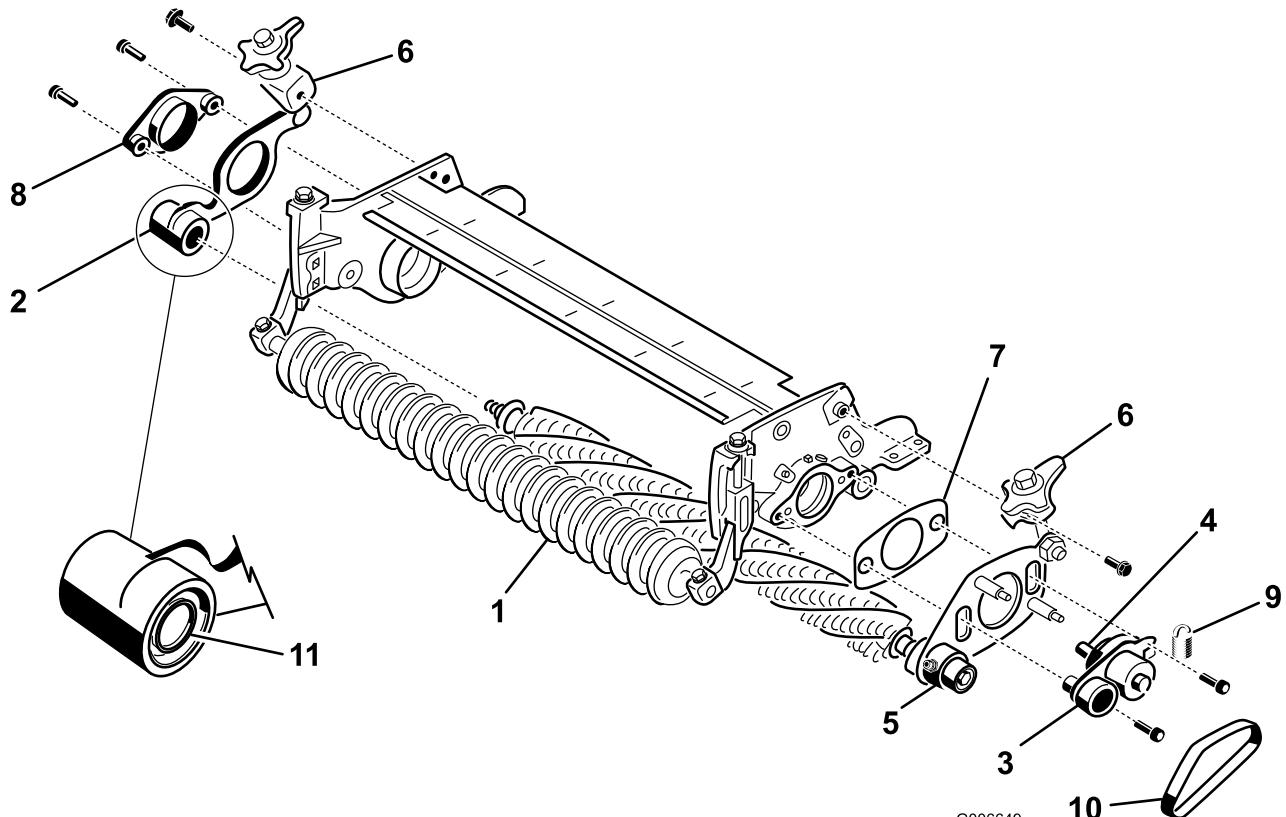

Рисунок 9
14. На неприводной стороне узла щетки сдвиньте с вала механической щетки пластину механической щетки с рычагом быстрого подъема (Рисунок 9).
16. На приводной стороне режущего блока установите на боковую пластину режущего блока поворотную ступицу, пластину механической щетки приводной стороны с рычагом быстрого подъема и регулировочной прокладкой, используя два винта с внутренним шестигранником 3/8 x 1 дюйм (Рисунок 9). Перед установкой нанесите на резьбовые поверхности винтов синий состав Loctite.
17. Установите пластину механической щетки с неприводной стороны на вал механической щетки (Рисунок 9). Проследите за тем, чтобы не выбить пружину уплотнения наружу.
18. Прикрепите поворотную ступицу неприводной стороны к боковой пластине режущего блока с помощью двух винтов с внутренними шестигранниками 3/8 x 1 дюйм (Рисунок 9). Перед установкой нанесите на резьбовые поверхности винтов синий состав Loctite.
- 20. Прикрепите узлы рычага быстрого подъема к боковым пластинам с помощью болтов с фланцевой головкой 3/8 x 3/4 дюйма (Рисунок 9).
- 21. Наденьте ремень механической щетки на шкивы (Рисунок 9). Убедитесь в том, что ребра ремня правильно установлены в канавки каждого шкива.